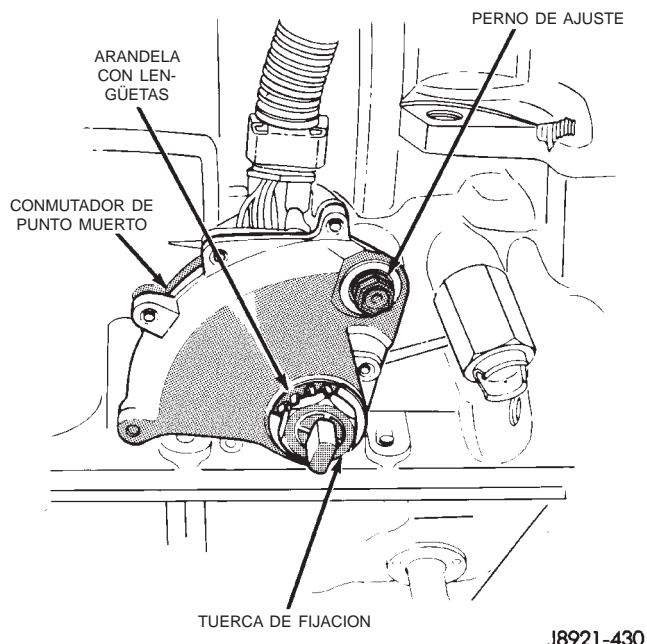

Fig. 43 Desmontaje e instalación del conmutador de posición de estacionamiento/punto muerto
(1) Eleve el vehículo.
(2) Desconecte el conector del mazo del cable del conmutador.
(3) Levante con una palanca las lengüetas de bloqueo de la arandela y retire la tuerca de instalación y la arandela con lengüetas del conmutador (Fig. 43).
(4) Retire el perno de ajuste del conmutador (Fig. 43).
(5) Deslice y extraiga el conmutador por el eje de la válvula manual.